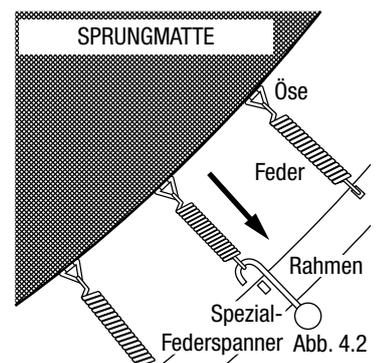

Abb. 4.2
- Breiten Sie die Sprungmatte (1) mit der bedruckten Seite nach oben im Rahmen aus.
- Wählen Sie auf dem Rahmenrohr einen beliebigen Punkt aus (nennen Sie ihn NULL). Befestigen Sie zunächst eine Feder (7) in derselben Richtung und im selben Winkel am Rahmen, wie in Abb. 4.2 dargestellt. Haken Sie die Feder in eine Öse der Matte ein und drehen Sie die Feder in Richtung zur Sprungmatte. Verwenden Sie den Spezial-Federspanner